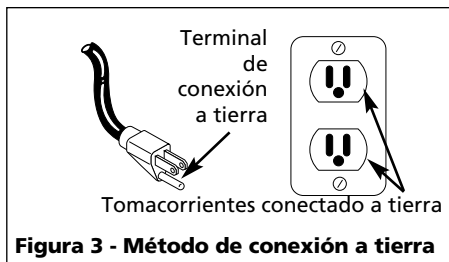

Figura 3 - Método de conexión a tierra
- Este producto está diseñado para circuitos nominales de 120 voltios y tiene un enchufe para conexión a tierra similar al de la Figura 3. Cerciórese de conectarlo a un tomacorrientes cuya configuración sea similar a la del enchufe. Este producto se debe conectar a tierra. En caso de que ocurra un cortocircuito, esto evitaría el riesgo de choque eléctrico al ofrecerle un cable de desvío a la corriente eléctrica. Este producto tiene un cordón con un alambre y